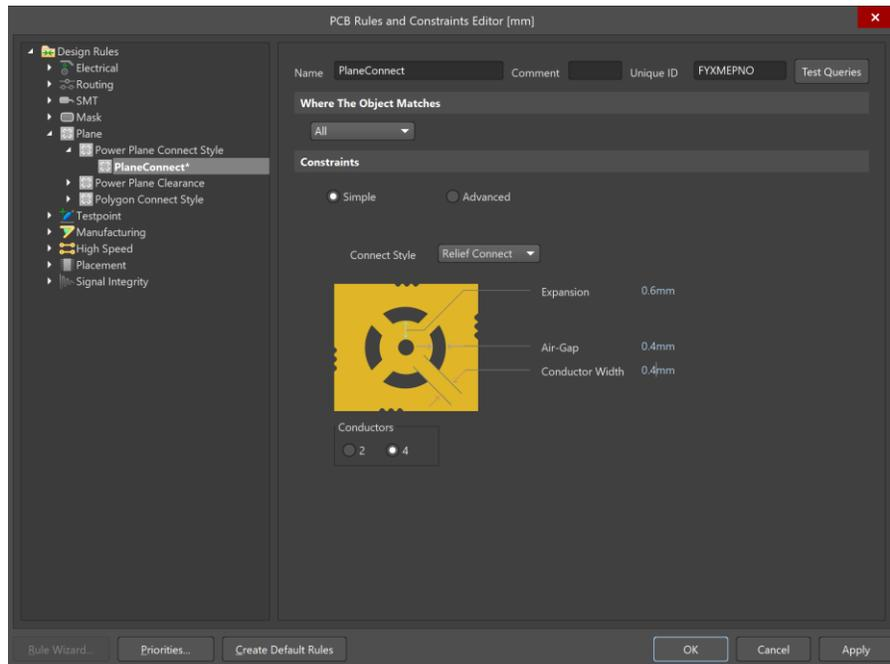

Imagen 41: PlaneConnect.
2. Seleccione “Plane” “Power Plane Connect Style” “PlaneConnect” y configure los parámetros “Expansion” a 0.6 mm, “Air-Gap” a 0.4 mm y “Conductor Width” a 0.4 mm, ver imagen 41.